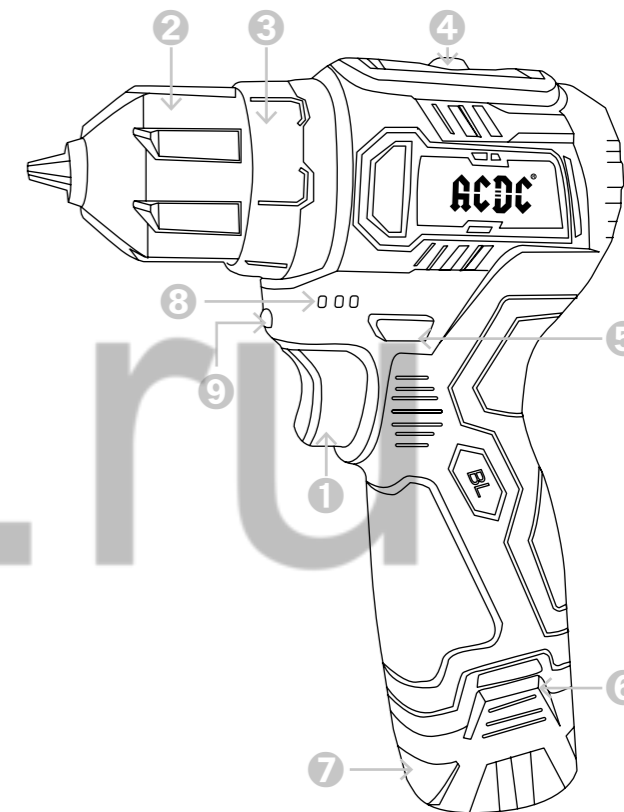
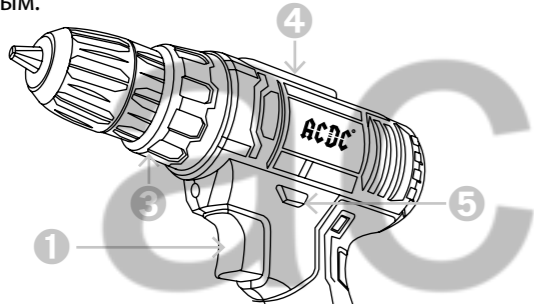

Рисунок 1.1. Устройство инструмента
Рисунок 2.3.1. Органы управления
и вентиляционные щели в чистоте. Установка и снятие аккумуляторного блока. Для снятия аккумуляторного блока нажмите кнопку «б» (рисунок 1.1.) извлеките блок. Для установки аккумуляторного блока совместите паз блока с выступом в корпусе и задвиньте его до упора так, чтобы он зафиксировался. Обязательно устанавливайте аккумуляторный блок до конца. Не прилагайте чрезмерных усилий при установке аккумуляторного блока. Индикация оставшегося заряда Аккумулятора. При нажатии куркового выключателя на дисплее аккумулятора отображается индикация оставшегося заряда в виде следующей таблицы.
- 1 Для включения электроинструмента нажмите триггерный выключатель «1» (рисунок 2.3.1.) и держите его нажатым.
Нажмите на триггерный выключатель «1» (рисунок 2.3.1.) для включения лампы. Лампа будет светиться пока выключатель будет оставаться в нажатом положении.
Перед работой всегда проверяйте направление вращения. Пользуйтесь переключателем «5» только после полной остановки инструмента, чтобы избежать его повреждения. Направления вращения патрона можно изменять с помощью переключателя «5», при отпущенной клавише выключателя «6» (рисунок 2.3.1.).
- 1 Переведите переключатель скорости «4» (рисунок 1.1.) на отметку «1» (закручивание).
Установите переключатель скорости «4» (рисунок 2.3.1.) на символ «2» (сверление). Чрезмерное нажатие на инструмент не ускорит сверление, а только повредит наконечник сверла, снизит производительность инструмента и сократит срок его службы. Чтобы извлечь застрявшее сверло переведите переключатель направления «5» (рисунок 1.1.) на обратное вращение.